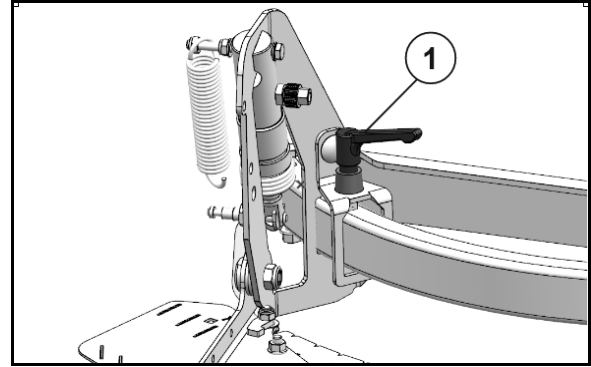

Bild 57
1. Lossa klämspaken för att göra detta (Bild 57/1).